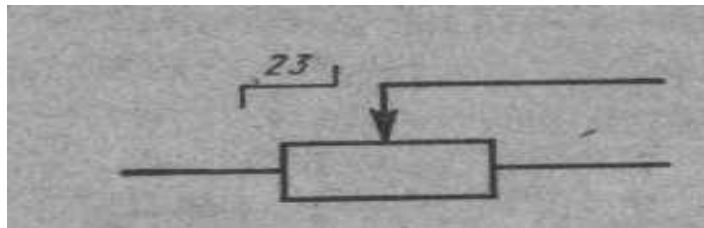

Рис. 8. Изображение символа регулируемого резистора со знаком ступенчатого регулирования.
- Такой резистор может быть выполнен на базе переключателя на несколько положений, к контактам которого подключены резисторы постоянного сопротивления. На схемах эти подробности не показывают, ограничиваясь изображением символа регулируемого резистора со знаком ступенчатого регулирования, а если необходимо, указывают и число ступеней (рис. 8).